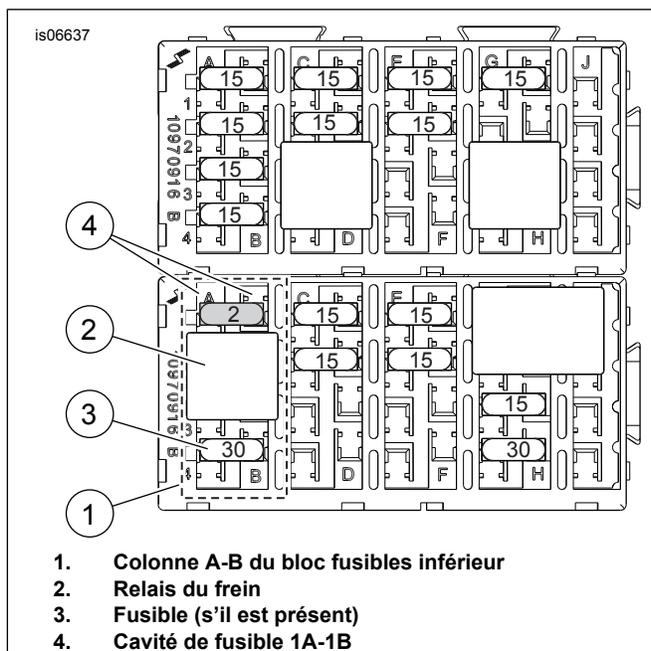

Figure 11. Cavité de fusible d'allumage P&A (modèles Touring à partir de 2008)
3. Voir Figure 11. Rechercher la cavité de fusible 1A-1B (marquée « P&A IGN », « 2A MAX » sur le couvercle) sur le bloc fusibles inférieur (1). Retirer le relais de frein (2) et le fusible (3, s'il est présent) actuellement installés dans la colonne A-B, en relevant leur emplacement.